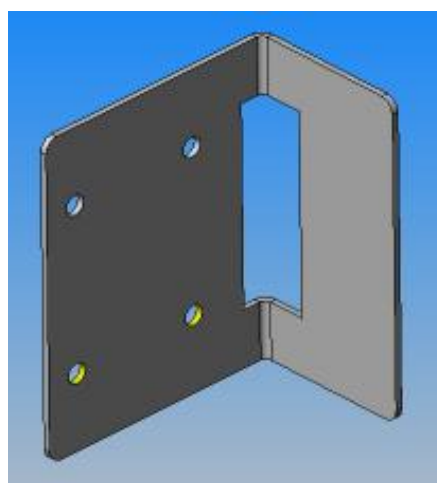

Fig. 7 (Pieza B)
**Paso 2.** Montaje de la Polea Tensora. La polea tensora se fija a la cara posterior de la guía a través de la pieza auxiliar B (Ver Fig. 7). Las Figuras 4, 5 y 6 muestran la manera de efectuar la unión de la polea tensora con la guía de cabina.